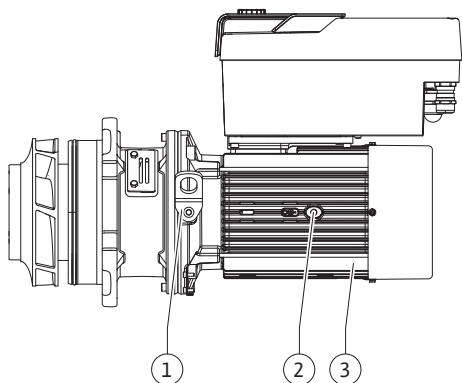

Fig. 112: Juego de introducción
- Inserte el juego de introducción (véase la Fig. 112) en el cuerpo hidráulico en la posición anterior o en otra posición deseada en ángulo. Al hacerlo, tenga en cuenta las posiciones de instalación admisibles de los componentes (véase el capítulo «Posiciones de instalación admisibles y modificación de la disposición de los componentes antes de la instalación» [► 28]).